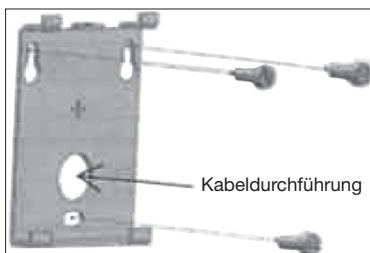

Abb. 2
3. Befestigung des Auslösers mit drei Schrauben (nicht im Lieferumfang enthalten). Das Kabel durch die Kabelführung führen oder durch die Tüllen am Kunststoffgehäuse. Abb. 2.